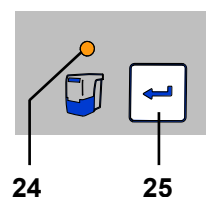

Fig. 8
- ⇒ Pulsar la tecla de confirmación (25) (el contador para la detección del intervalo de tiempo se pone a cero).
- ♦ El indicador de la gaveta de polvo (24) se apaga.
**Si no se vacía la gaveta de polvo, continúa encendido el indicador de la gaveta de polvo (24, Fig. 8). Tras la desconexión / conexión del aparato, se indica de nuevo mediante una señal acústica triple el vaciado de la gaveta de polvo.**